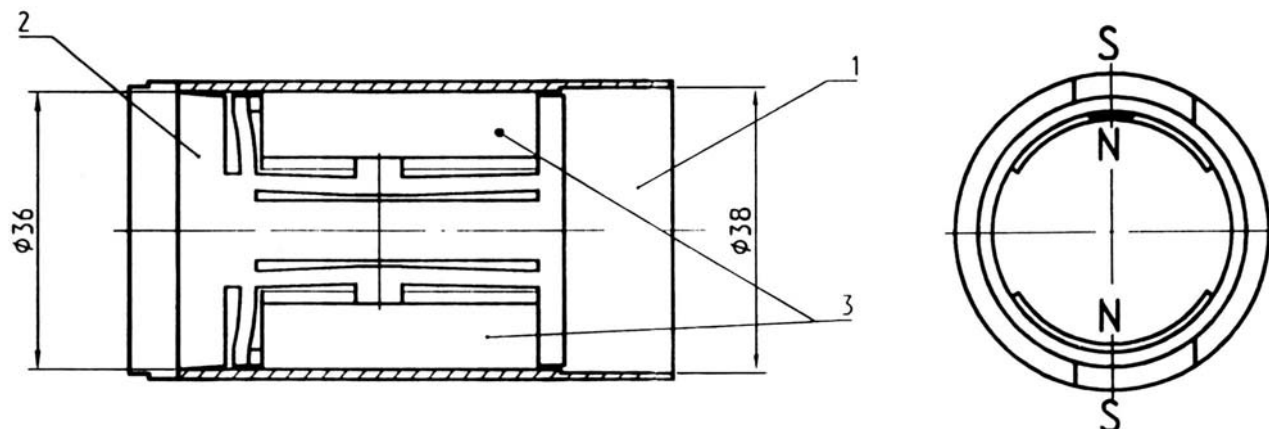

Рис. 8.2.21. Статор электродвигателя ЭБН: 1 – магнитопровод; 2 – стакан; 3 – комплект полюсов (постоянных магнитов)
2. для обеспечения правильного направления вращения электродвигателя, ориентация полярности магнитов в стакане должна соответствовать указанной на рис. 8.2.21.